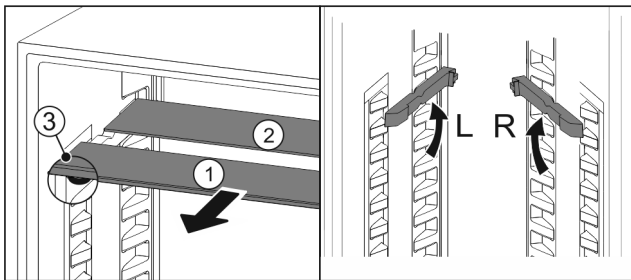

Fig. 20
- ▶ Glasplatten einzeln nach vorne herausziehen Fig. 20 (1).
▷ Glasplatte Fig. 20 (1) mit Zierleiste liegt vorne.
▷ Stopps Fig. 20 (3) zeigen nach unten.